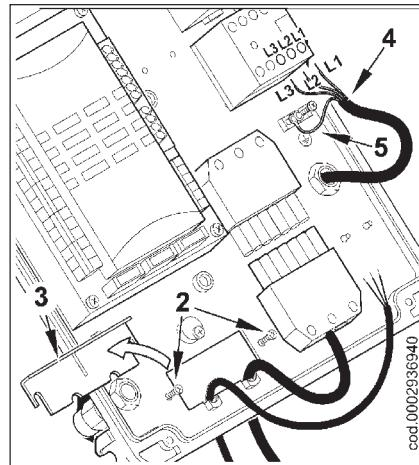

图2
- 拧开螺丝（2），然后取下压板（3），将7孔插头和调节控制电缆从孔中间穿过（图2）。将电源（4）与接触器连接，固定接地电缆（5），锁紧相应的线缆固定头。
! 关闭燃烧器以后，朝着电气面板轻拉点火变压器和电离棒的电缆线，使它们处于轻微张紧状态，并把它们放入位置(7)，如图2所示。这将避免燃烧器运行期间两个电缆被风扇损坏。.